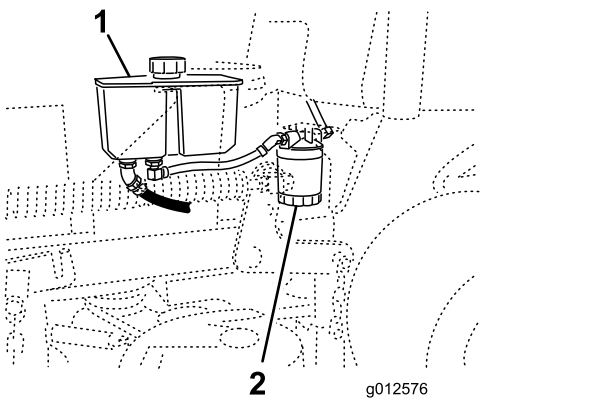

Рисунок 73
3. Найдите фильтр и поместите сливной поддон под него (Рисунок 73).